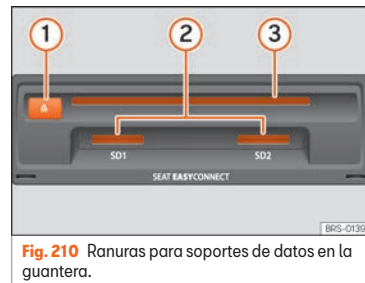

Fig. 210 Ranuras para soportes de datos en la guantera.
»» **fig. 210** ③ con la cara impresa hacia arriba hasta que el equipo lo introduzca automáticamente.
»» **fig. 210** ② o »» **fig. 173** ⑨, hasta que encastre.